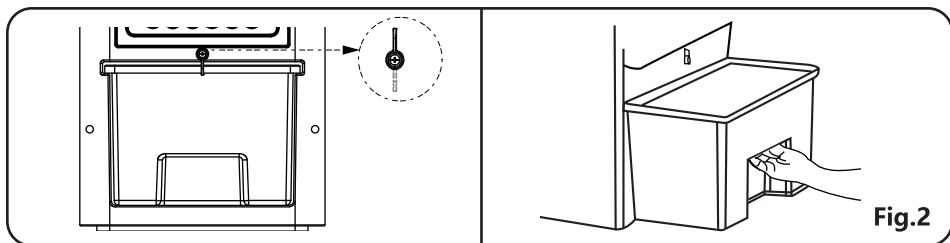
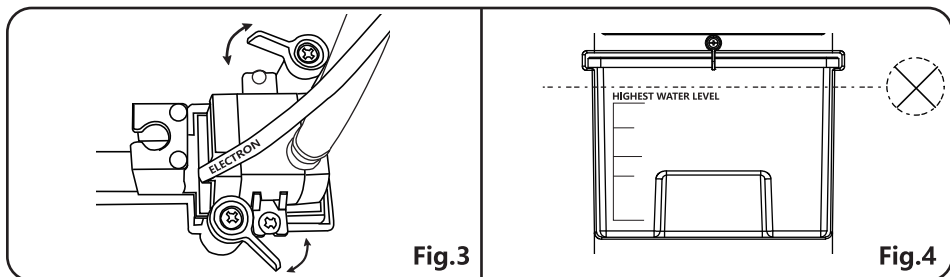
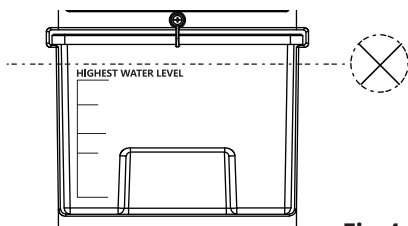

Fig.2
Fig.3
Fig.4
a. Prima di mettere in funzione l'unità in modalità di raffreddamento, ruotare la piccola manopola, estrarre il serbatoio dell'acqua e assicurarsi che la valvola di sfiato del serbatoio dell'acqua sia correttamente fissata. Quindi, riempire il serbatoio dell'acqua con acqua pulita assicurandosi di non superare il livello massimo indicato. (Fig. 2/ Fig. 3/ Fig. 4)